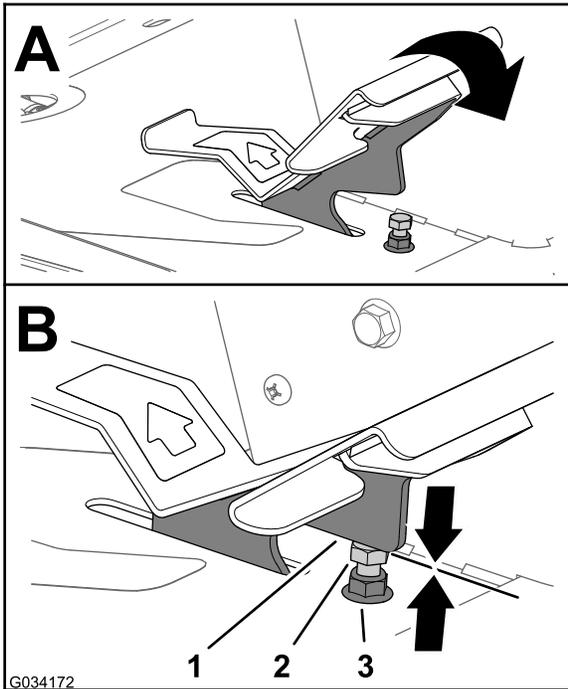
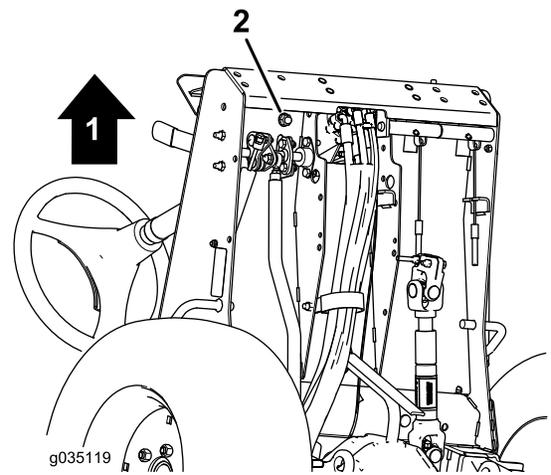

図 80
図 81
1. 走行ペダルを前進一杯に押し込む 図 80。
- C. 走行ペダルを前進一杯にする 図 80。
- D. ペダルストップを押さえておいて、フットレストプレートの上側にあるジャムナット (図 80) を調整して走行ペダルをストップに接触させる。
- F. ペダルストップを押さえた状態でフットレストプレート底部のジャムナット 図 80 と 図 81 を $3745\text{N}\cdot\text{m}$ $3.74.6\text{kg}\cdot\text{m}$ $= 2733\text{ft}\cdot\text{lb}$ にトルク締めする。
- A. レンチでペダルストップを押さえる 図 80。
- B. フットレストプレートの底部についているジャムナットをゆるめる 図 81。